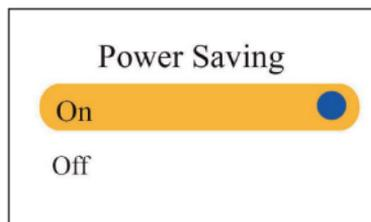

Figura 4.10F Impostazione risparmio energetico
- **Modalità risparmio energetico:** Per accendere/spegnere la modalità risparmio energetico; l'impostazione predefinita è su "Acceso", come mostrato nella figura 4.10F.